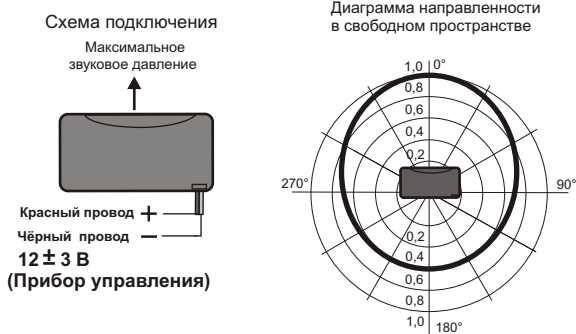

Рис.2 Схема подключения и диаграмма направленности звука оповещателя.
- 2.6. Диаграмма направленности звука на рис.2 (п.5.3)
5.1. Перед установкой необходимо проверить внешний вид оповещателя на наличие повреждений и проверить работоспособность следующим образом:подключить источник питания (типа Б5-7) к выводам оповещателя (рис.2), предварительно установив напряжение питания (12 $\pm$ 3)В. При этом оповещатель должен выдать звуковой и световой сигналы.
5.3. На рис.2 показана схема подключения и диаграмма направленности звука.